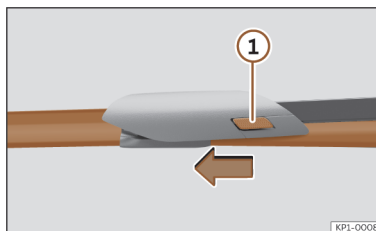

Fig. 207 Substituição das escovas do limpador-vidros.
- Mantenha pressionado o botão de desbloqueio >>> **Fig. 207** ① puxando ligeiramente pela escova no sentido da seta.